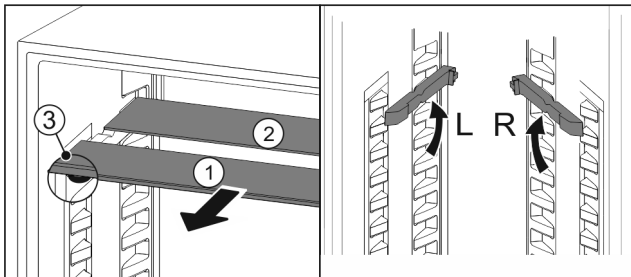

Fig. 37
- ▶ 将玻璃隔板逐个向前拉出 Fig. 37 (1)。
- ▷ 带装饰条的玻璃隔板 Fig. 37 (1)在前。
- ▷ 阻挡装置 Fig. 37 (3)指向下方。